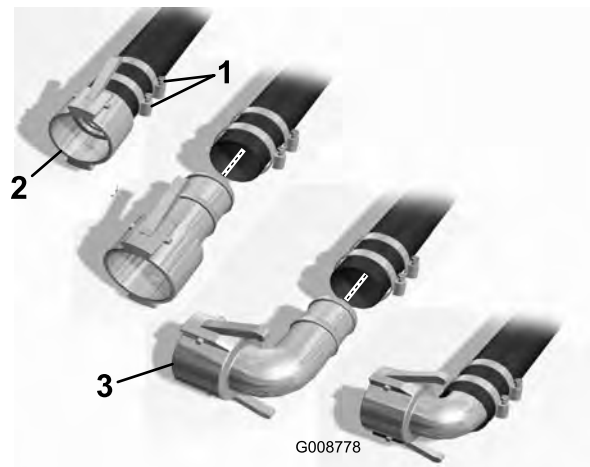

Figura 7
A. Afloje las abrazaderas que sujetan el acoplamiento recto a la manguera (Figura 7)
B. Retire el acoplamiento recto de la manguera (Figura 7)
C. Instale el acoplamiento de 90 grados en la manguera (Figura 7)